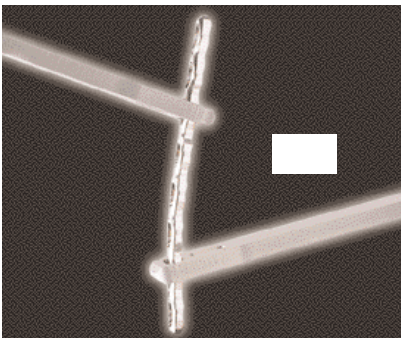

Figure 1
- Courbure dans l'axe longitudinal de la plaque : figures 1 et 6